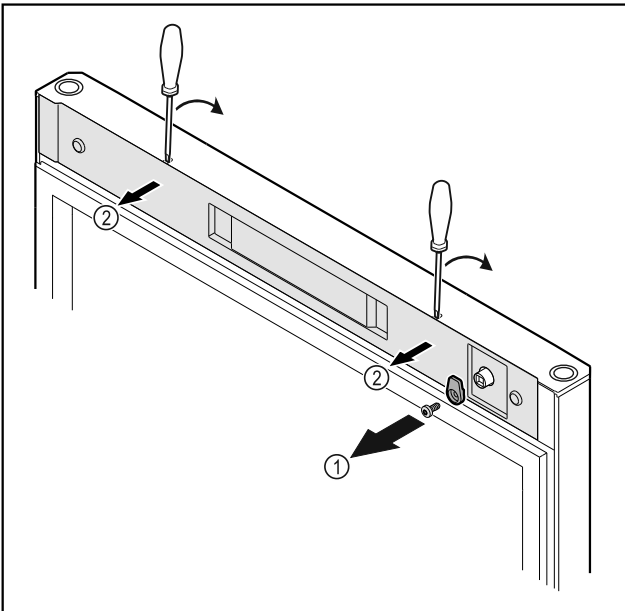

Fig. 12
- ▶ Ξεβιδώστε το άγκιστρο κλεισίματος Fig. 12 (1).
- ▶ Ξεκουμπώστε το κάλυμμα Fig. 12 (2) με ένα μικρό κατασβίδι και αφαιρέστε το.